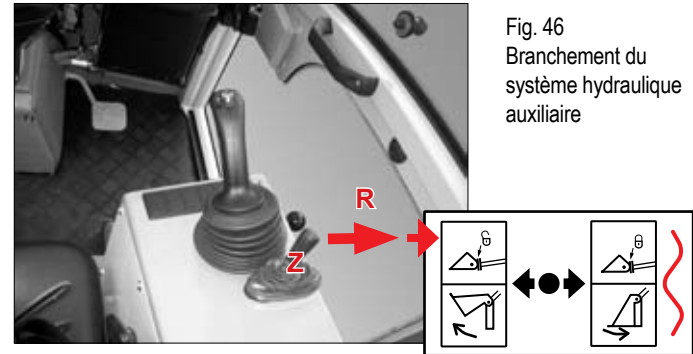

Fig. 46
2. Brancher les raccords rapides de l'outil porté dans les raccords correspondants du système hydraulique auxiliaire, au niveau de la flèche (Fig. 46).
1. Dépressuriser le système hydraulique auxiliaire (Fig. 46).